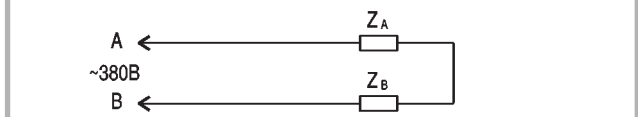

рис.2
**Вариант 2.** Обрыв нулевого провода. В этот момент нагрузка распределялась следующим образом:  $Z_A=10$  Ом (около 4,8 кВт),  $Z_B=85$  Ом (около 0,6 кВт). В фазе С нагрузка отсутствовала. Перейдем к эквивалентной схеме на **рис.2**. Нетрудно подсчитать, что в этом случае напряжение у потребителей  $Z_A$  уменьшается до 40 В, а у потребителей  $Z_B$  повышается до 340 В.